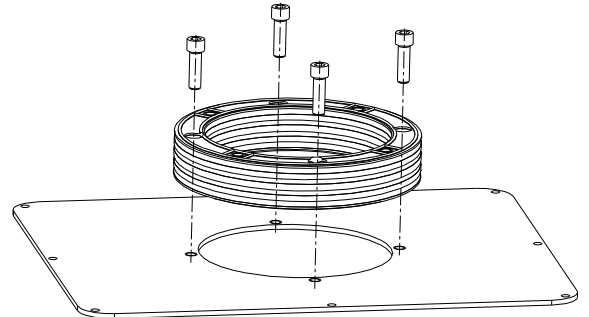

Bild 4: Montage Dämpfungsring DT.../2
- Schrauben durch die Senkbohrungen im Dämpfungsring durchstecken und mit den Gewinden im Behälter bzw. in der Grundplatte verschrauben (siehe Bild 4).